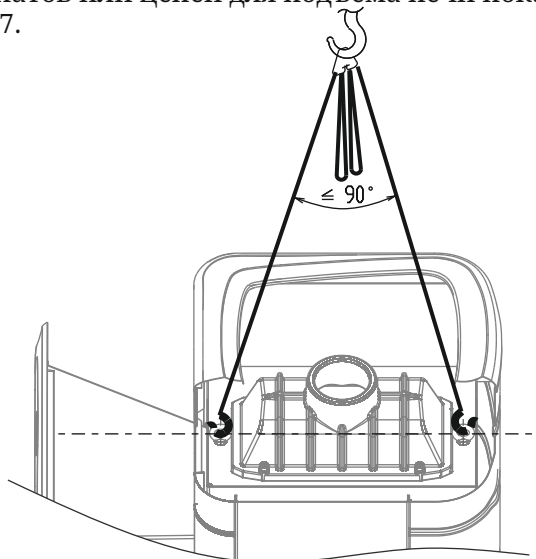

Рисунок 17. Место расположения канатов или цепей для подъема печи
*Внимание! Для транспортирования печи кольца рымгайек необходимо расположить параллельно продольному сечению печи (рисунок 17).*